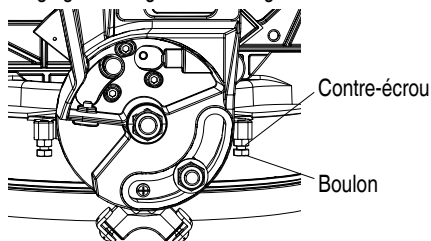

Fig. 21
- (2) Desserrer la poignée de verrouillage d'angle en biseau et incliner complètement vers la gauche le carter.
- (3) Au moyen d'une équerre combinée, confirmer si la lame est 45° par rapport à la table.
- (4) Pour ajuster, incliner le carter à 0°, desserrer le contre-écrou et tourner le boulon vers l'intérieur ou l'extérieur pour augmenter ou diminuer l'angle comme illustré sur la Fig. 21.
- (5) Incliner le carter en arrière vers la gauche et reconformer l'alignement.
- (6) Répéter les étapes jusqu'à ce que la lame soit à 45° par rapport à la table. Une fois l'alignement obtenu, serrer le contre-écrou et la poignée de verrouillage d'angle en biseau.